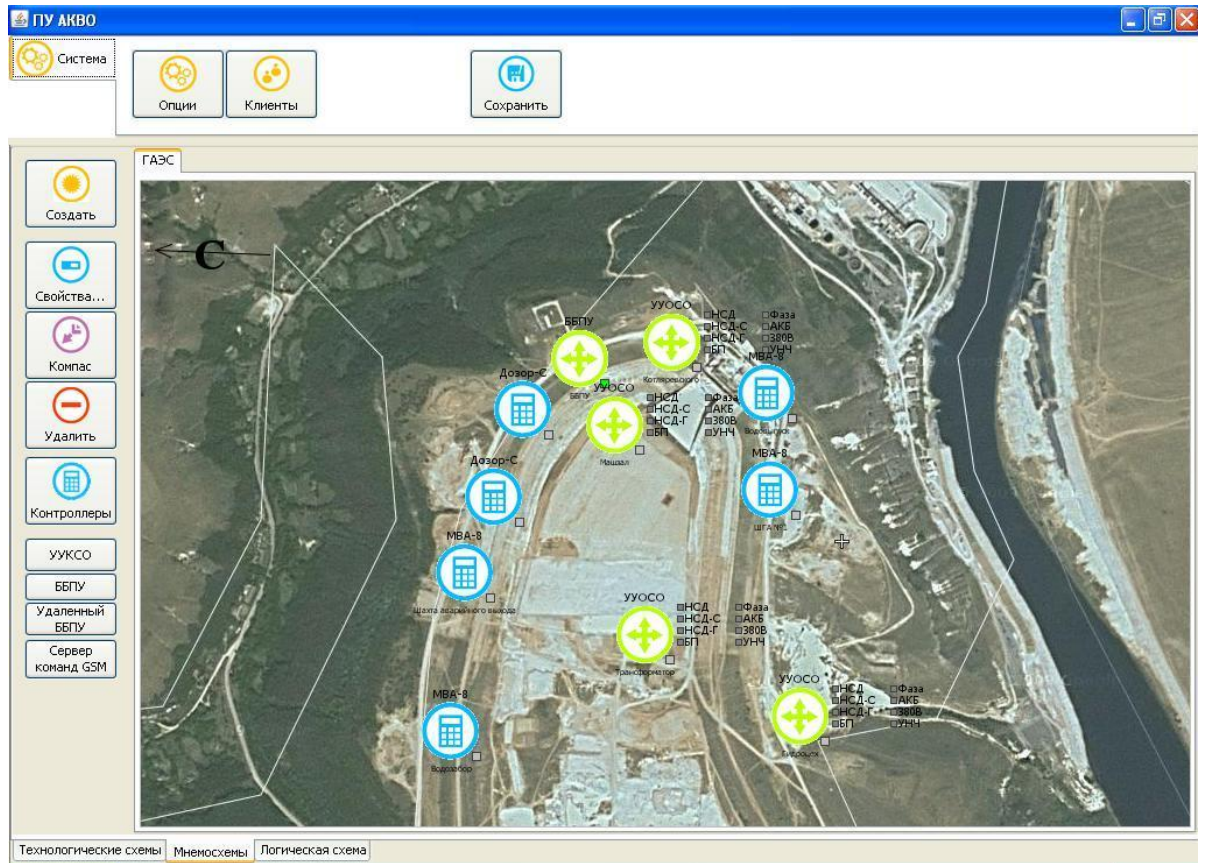

Рисунок 18 - Пример мнемосхемы с нанесенными контроллерами и техническими элементами системы
– аналогичным образом необходимо нанести на мнемосхему другие приборы, контролирующие техногенно опасные параметры, или приборы, осуществляющие преобразование сигналов, если они есть, см. рисунок 18;